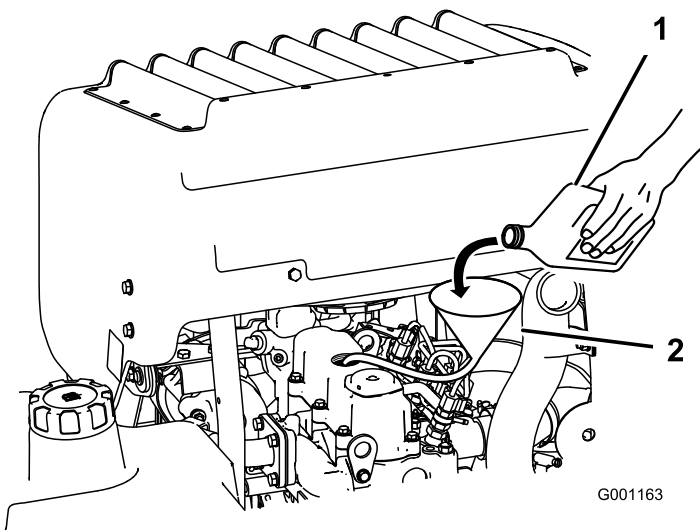

Figure 63
3. Utilisez un flexible et un entonnoir pour faire l'appoint d'huile moteur (Figure 63).